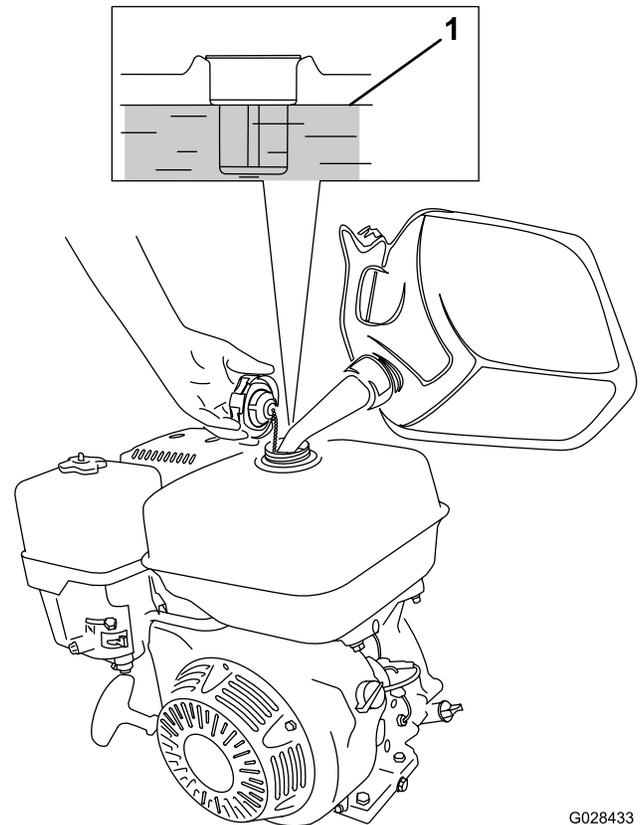

Figura 14
1. Limpie la zona alrededor del tapón del depósito de combustible y retire el tapón del depósito (Figura 14). Llene el depósito de combustible con gasolina sin plomo (87 octanos mínimo) hasta aproximadamente 25 mm por debajo de la parte superior del depósito para permitir la expansión del combustible.